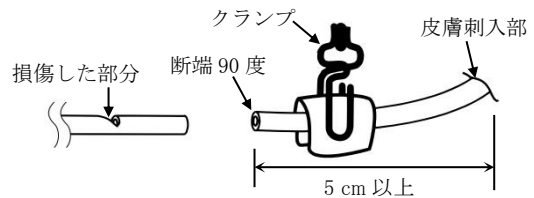

図 2
- (4) 損傷を受けている部分からすぐ遠位側で、カテーテル断端が 90 度（直角）になるように切断する（図 2）。
- 4) カテーテル切断の際は、留置されたカテーテルの損傷を受けていない体外部分が、皮膚刺入部より5 cm 以上残るようにすること（図2）。[修復できなくなる、又は切断したカテーテルが皮膚刺入部から体内に引き込まれるおそれがある。]